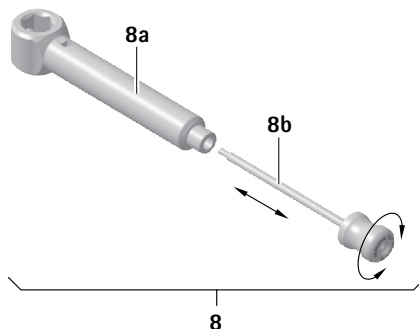

Fig. 2
- Skruva fast rengöringsstången 8b i mothållaren 8a, se Fig. 2.